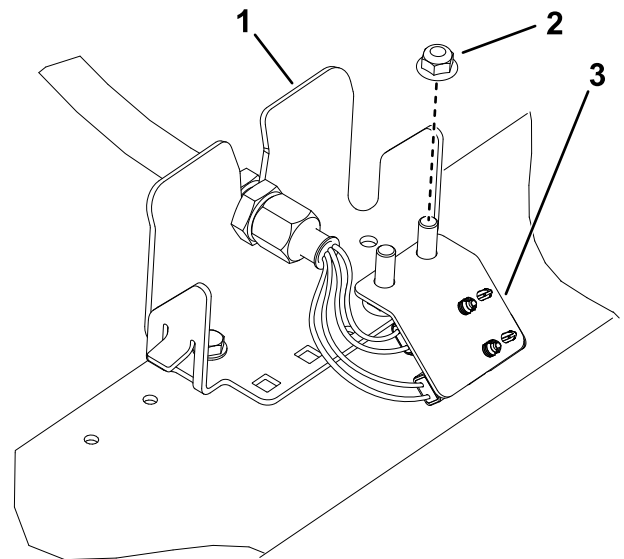
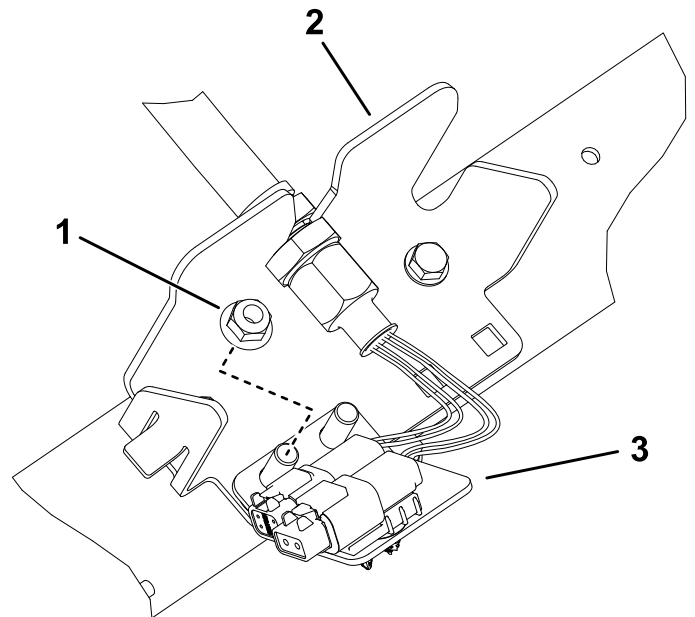

Bild 25
Bild 28
- Wiederholen Sie die Schritte an den restlichen vier Schottstellen, wie in Bild 25 bis Bild 28 abgebildet.